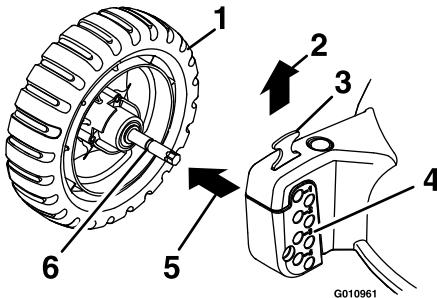

Figura 14
3. Ajuste las cuatro ruedas a la altura de corte de 6.4 cm (2.5") (ver Figura 13 y Figura 14).
1. Tire hacia arriba del mecanismo de ajuste de la altura y tire hacia fuera del conjunto del eje de la rueda, según se muestra en Figura 14.